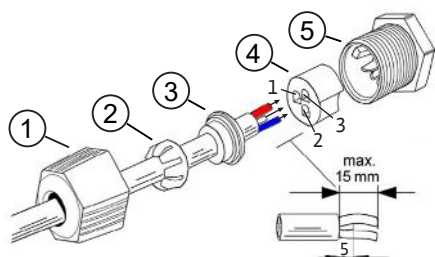

Fig. 18: Łącznik wtykowy Quickon
2. Zdjąć izolację przewodu kabla sygnałowego (ok. 15 mm). Końcówki żył muszą być ściśle zakończone pierścieniem łączącym (poz. 4) lub mogą wystawać maks. na 2 mm, patrz Fig. 18.